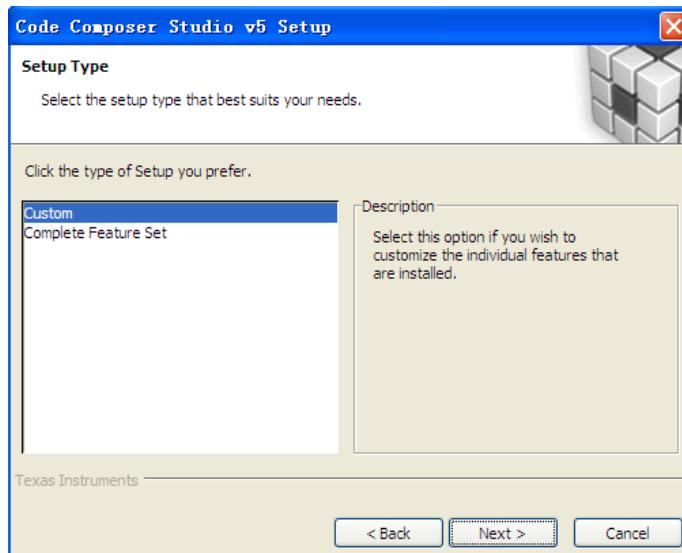

图 1.1 安装过程 1
(1) 运行下载的安装程序 ccs\_setup\_5.1.1.00031.exe，当运行到如图 1.1 处时，选择 Custom 选项，进入手动选择安装通道。